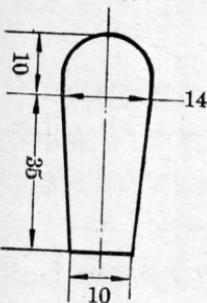
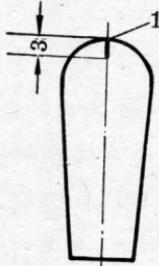

图 2
图 3
(1) i. 如图 2 所示尺寸，用小块铁皮剪三片完全等同的三片叶片。在三片叶片的叶根沿中心线位置，如图 3 所示剪开一刀，深度为 3 毫米；